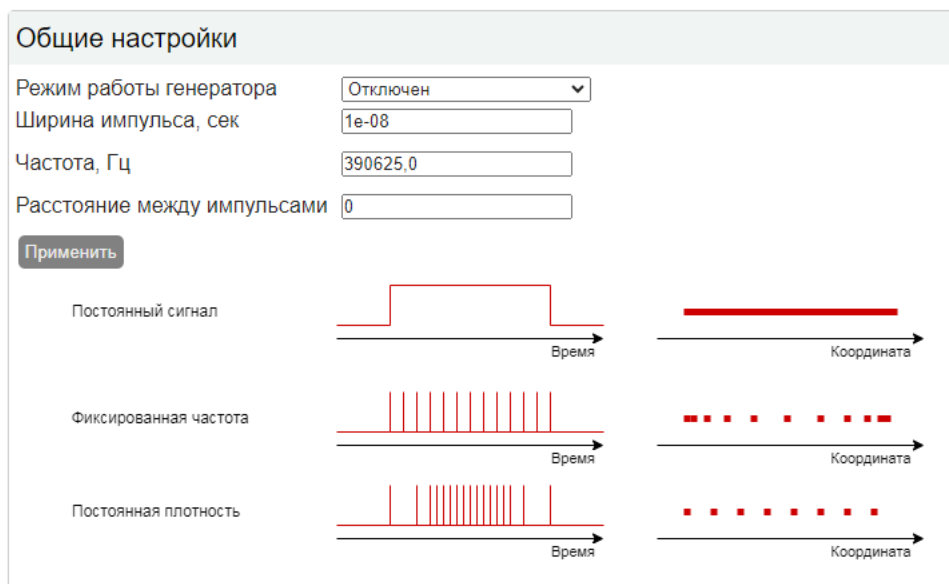

Рисунок 2.5. Конфигурация режимов работы модуля PSO
- Сконфигурируйте модуль PSO. Для этого в разделе «Общие настройки» (см. рис. 2.5) выберите: